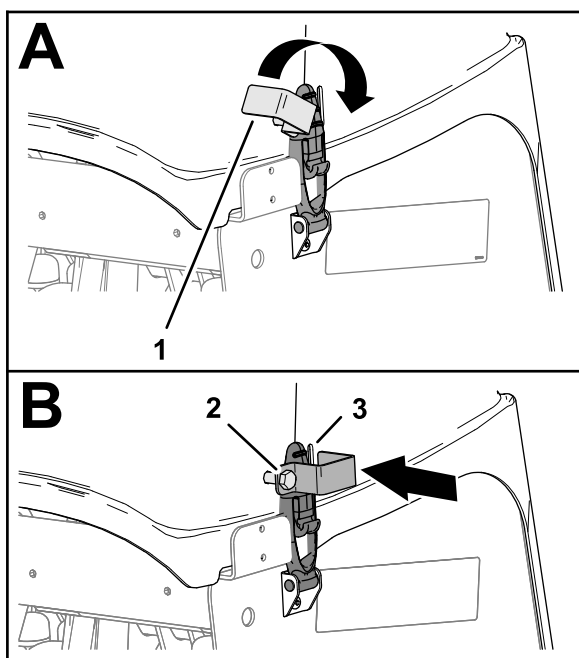

Figura 154
3. Se la macchina presenta dispositivi di chiusura CE, ruotate la piastra di bloccaggio fino a quando non si allinea con la fessura sul lato della copertura della testa di carotaggio (Figura 154).
4. Serrate il bullone della piastra di bloccaggio (Figura 154).